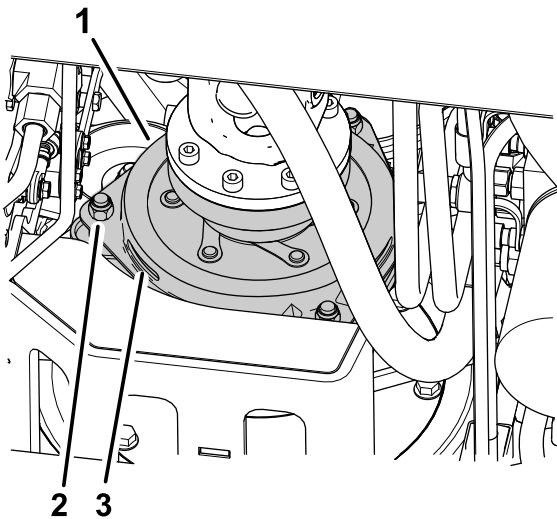

Figura 80
3. Ajuste la holgura hasta que pueda deslizarse una galga de 0,3 mm entre la guarnición del embrague y la placa de fricción con una ligera presión (Figura 80).
**Nota:** La holgura puede reducirse girando las tuercas de ajuste en sentido horario (Figura 80). La holgura máxima es de 0,6 mm. Ajuste las 3 holguras a 0,4 mm.